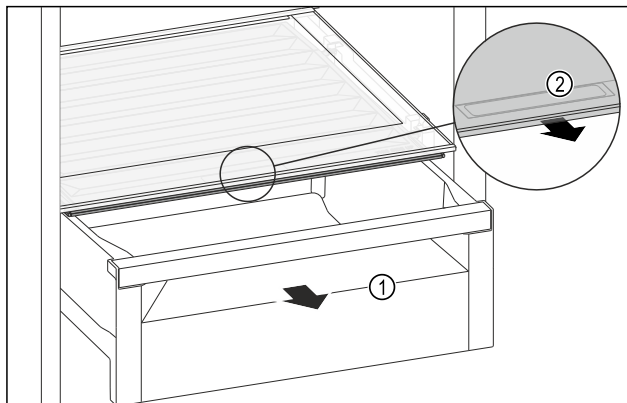

Fig. 161
- ▶ Zásuvku Fig. 161 (1) vytáhněte.
- ▶ Uchopte prohlubeň pro rukojeť Fig. 161 (2) na víku zásuvky a současně zatáhněte za víko zásuvky směrem dopředu.